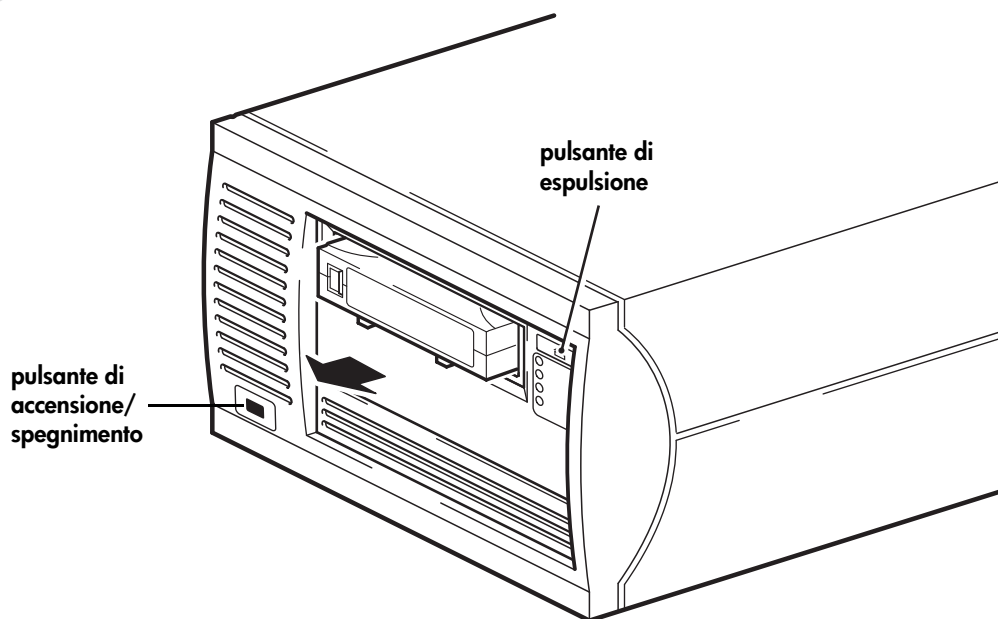

Figura 7b: rimozione di una cartuccia
- 1 Premere il pulsante di espulsione sul pannello anteriore (vedere la Figura 7b).